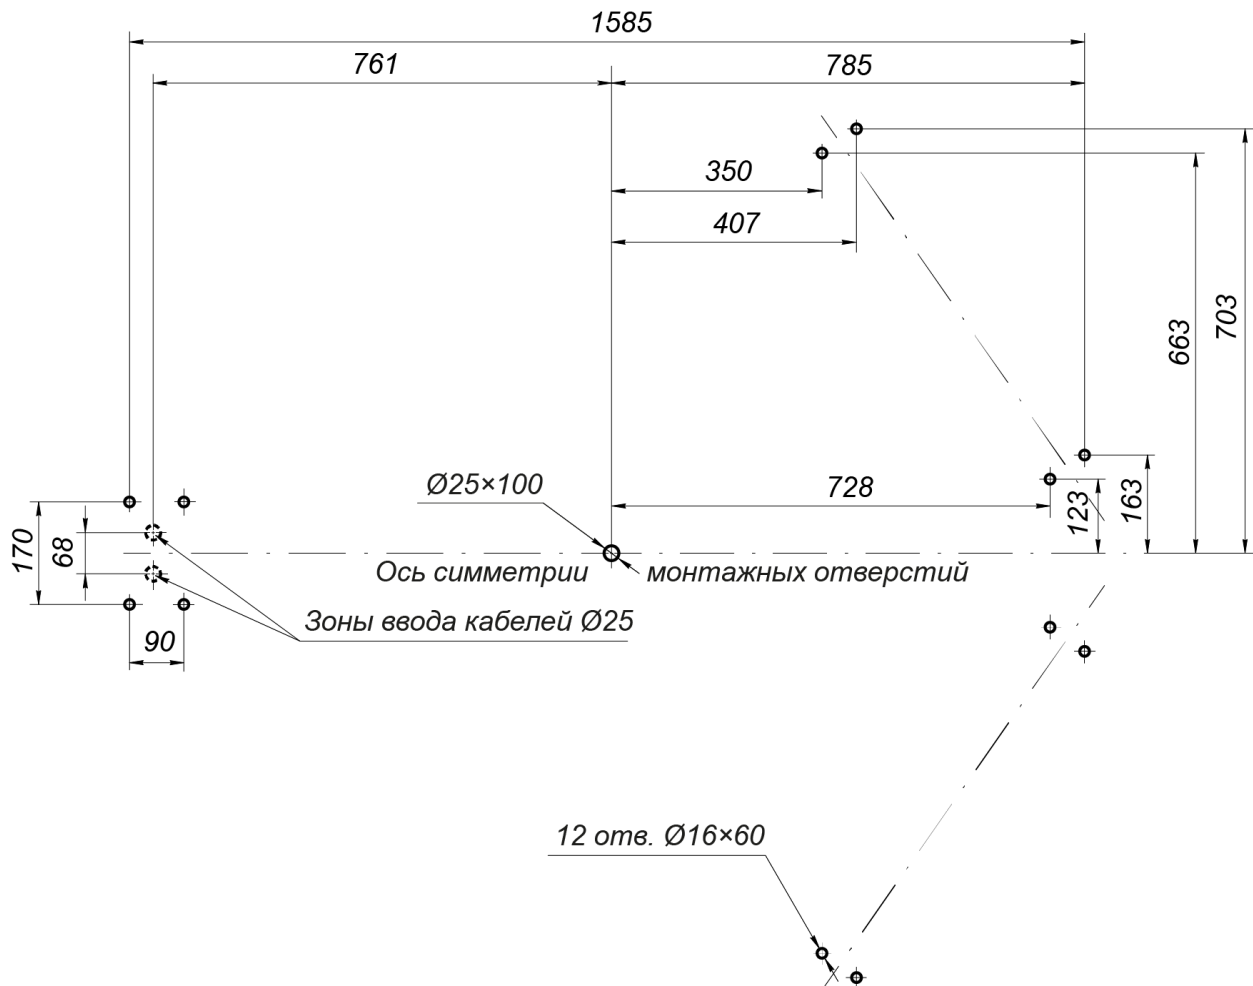
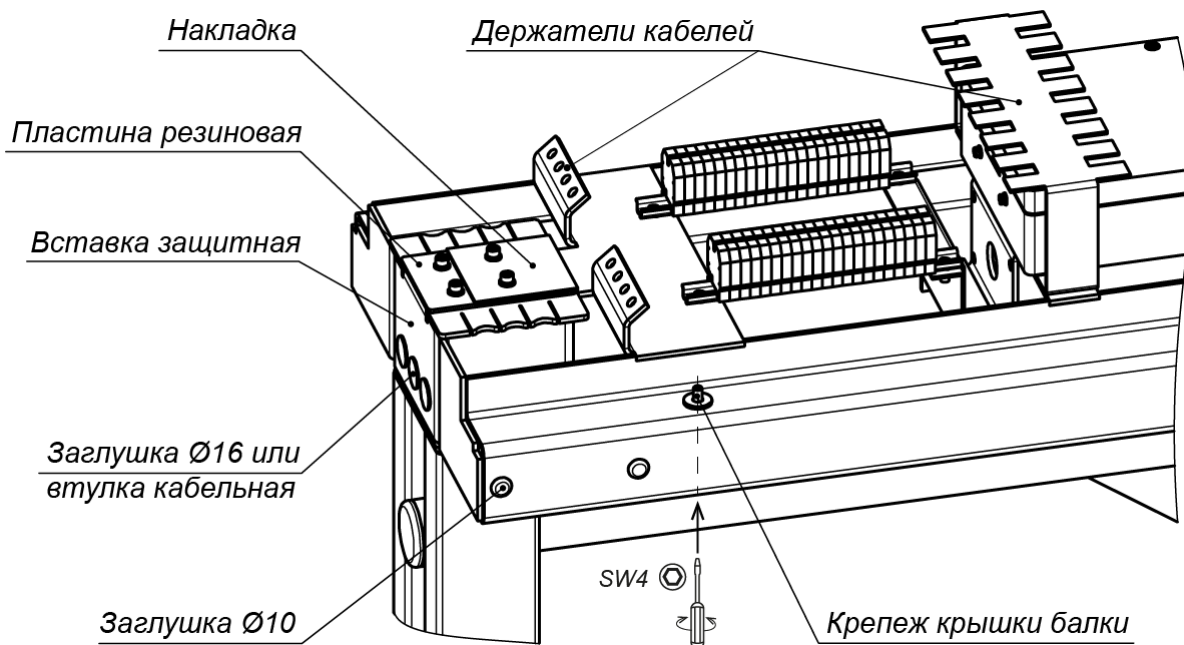
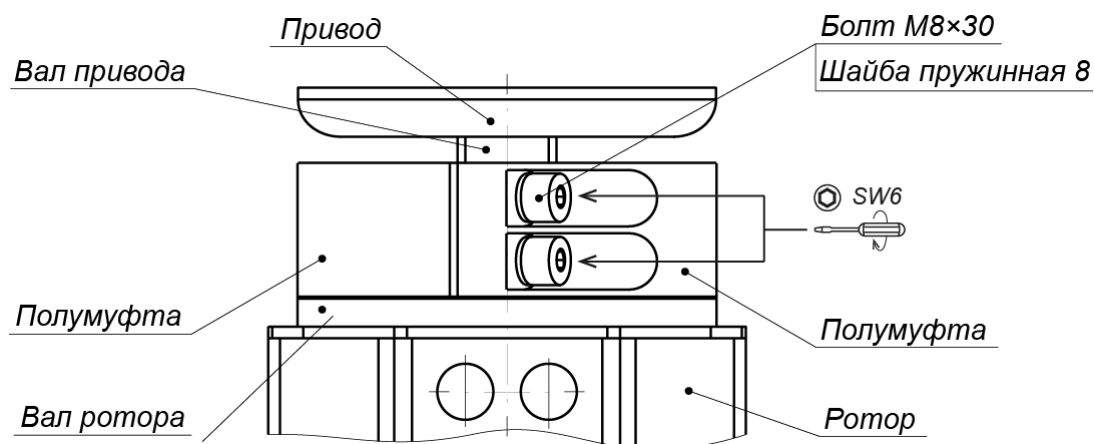

Рисунок 11. Схема разметки для монтажа турникета
Рисунок 17. Элементы балки привода
Рисунок 18. Муфтовое соединение (4) вала привода исполнительного механизма с валом ротора (1)
Также на внутренней поверхности крышки имеется наклейка со схемой подключений турникета и дополнительного оборудования, аналогичная приведенной на рис. 11.
- Закрепите балку привода на стойке с преграждающими планками (5) двумя болтами M10×25, ключ SW8 (см. рис. 17) (для более удобного доступа к отверстиям можно предварительно снять накладку, резиновую пластину и вставку защитную, открутив четыре винта M4×16, ключ SW3, см. рис. 18).
22. Произведите подключение к контактам DIN-рейки в соответствии со схемой подключения турникета и дополнительного оборудования (см. рис. 11):
- кабелей индикации (12);
- кабеля питания турникета (13);
- кабеля ПДУ (15) или устройства РУ;
- кабеля устройства *Fire Alarm* (14) (в случае отсутствия устройства *Fire Alarm* убедитесь в наличии переключки «*Fire Alarm*»);
23. Проверьте правильность и надежность электрических соединений в соответствии со схемой подключения турникета и дополнительного оборудования (см. рис. 11).
26. Установите крышку (9) на балку привода (8):
- Вкрутите четыре невыпадающих винта М5 (ключ SW4), фиксирующие крышку балки (см. рис. 18).